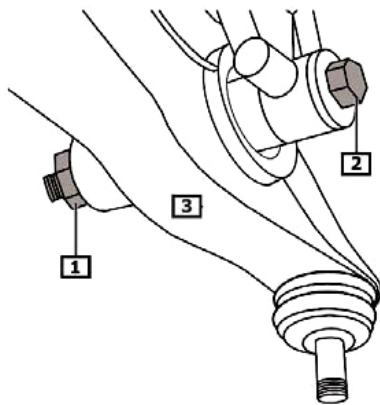

Fig. 1:
- **Fig. 1** Befestigung (1 und 2) der Federbeingabel am Querlenker unten abschrauben.
- **Fig. 1** Unscrew suspension strut fork attachment (1 and 2) on the lower end of the track control arm.
- **Fig. 1** Dévisser les fixations (1 et 2) de la fourche de jambe de force sur le bras transversal inférieur.
- **Fig. 1** Desatornillar la sujeción (1 y 2) de la horquilla del amortiguador en la parte inferior de la barra transversal.